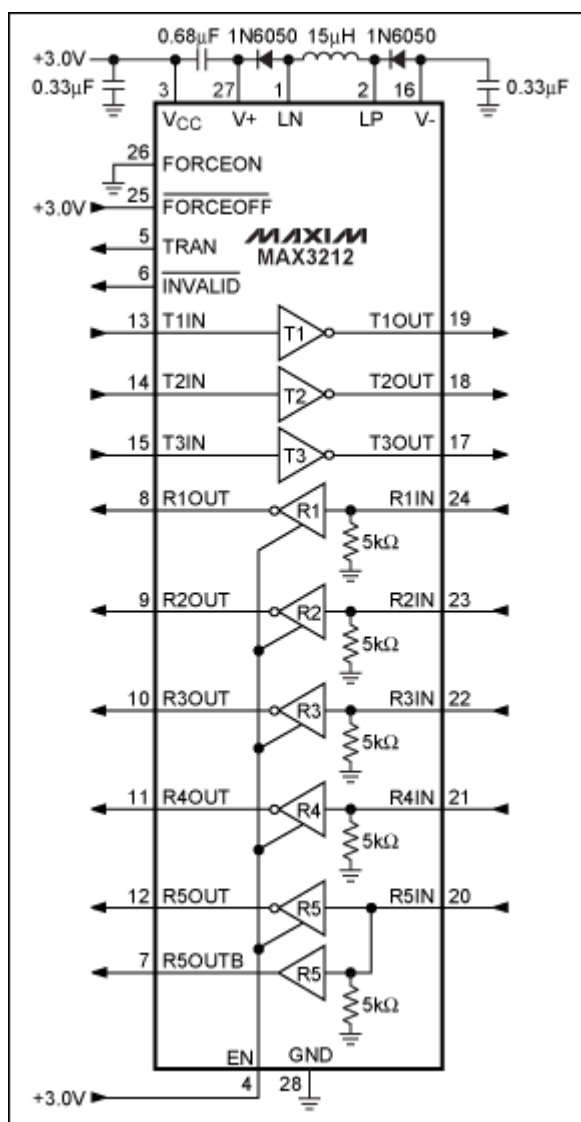

図6. MAX3212は、デバイスが2.7V~3.6Vの単一電源で動作するようにバックコンバータを内蔵しています。
3.0V未満で動作するRS-232準拠の製品を作るには、チャージポンプダブラとインバータ以外に必要なものがあります。図6に示すMAX3212は、単一のインダクタを使用して、トランスミッタが必要とする $\pm 6.5V$ を生成しています。このバックコンバータトポロジによって、製品は、2.7V~3.6Vの単一電源で動作します。